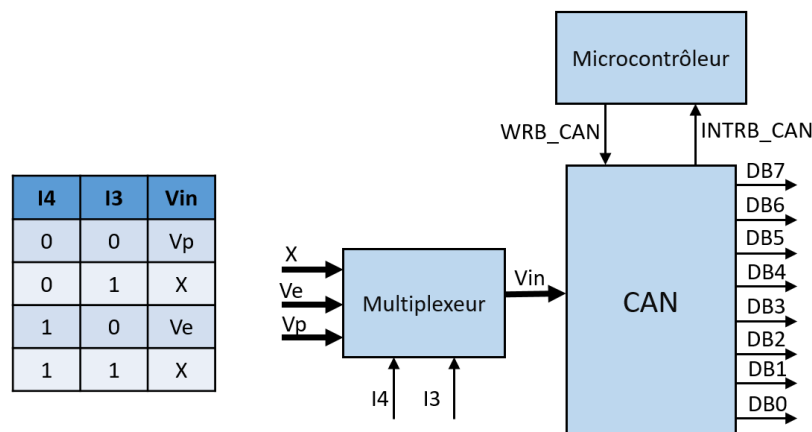
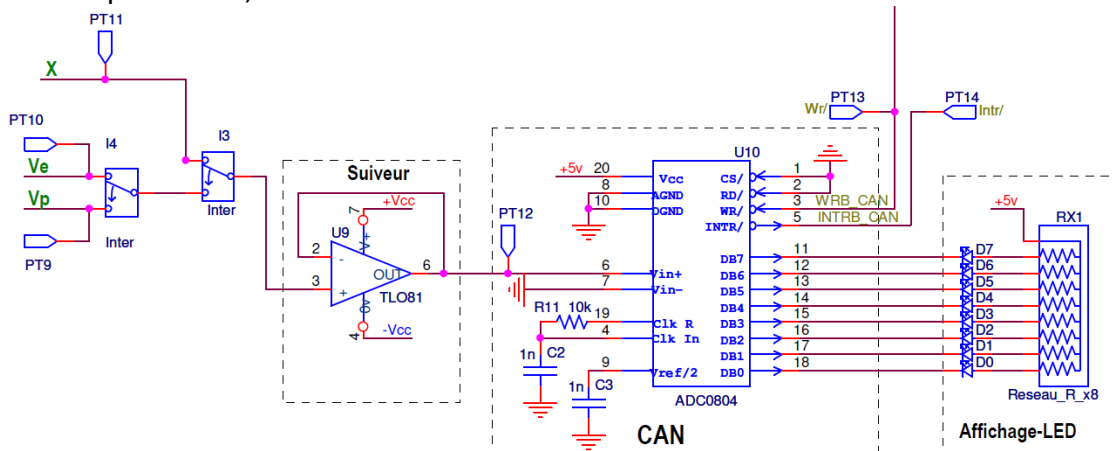

Figure 18 : Convertisseur analogique numérique 8 bits
Figure 19 : Schéma comprenant le CAN (carte)
Comme indiqué sur la figure 18 chaque sortie DBi du CAN est connectée à une LED.
Comme indiqué sur la figure 18, le circuit CAN est piloté par le microcontrôleur présent sur la carte Arduino (voir figure 6). Ce microcontrôleur est un circuit qui permet d'exécuter une suite d'instructions (un code informatique) pour effectuer un traitement ou générer des signaux.
Dans le cadre de cette manipulation, le code `CAN_V1.ino` va permettre de générer le signal périodique `WRB_CAN`. Ce signal `WRB_CAN` est connecté en entrée du circuit CAN. Lorsque ce signal passe de l'état haut à l'état bas, le CAN convertit en numérique la tension présente sur son entrée (`Vin` sur la figure 18 et `PT12` sur la figure 9).
Le signal `INTRB_CAN`, généré par le circuit CAN indique que la conversion est terminée et que le résultat est disponible sur les sorties `DB0` à `DB7` (figure 18) connectées à des LEDs (figure 19).
5.2.3. Positionner les interrupteurs I3 et I4 pour appliquer la tension Ve à l'entrée du circuit CAN via le circuit suiveur (figure 19). Cette tension Ve correspond à la tension appliquée sur la borne Ve située en haut à gauche de la carte (Figure 7).